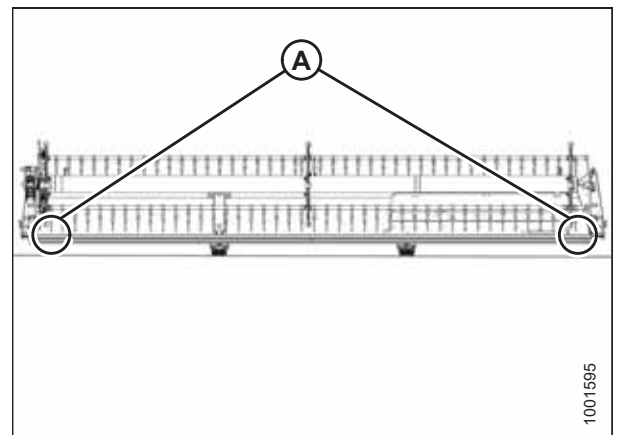

Abbildung 4.262: Messstellen an FlexDraper® Schneidwerk mit durchgehender Haspel
- Schneidwerke mit durchgehender Haspel: Abbildung 4.262, Seite 741